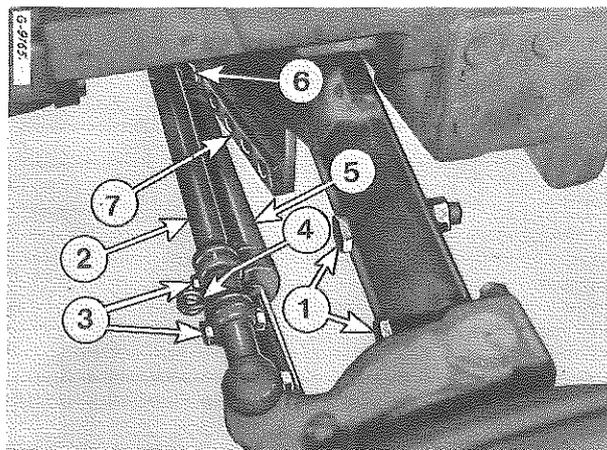

Figure 24
Les extensions d'essieu sont pourvues d'encoches et sont maintenues en place à l'aide des boulons (1) Fig. 24. La largeur de voie peut être réglée de 1700 à 2100 mm, de 100 en 100 mm.
Essieu avant rigide Fig. 24